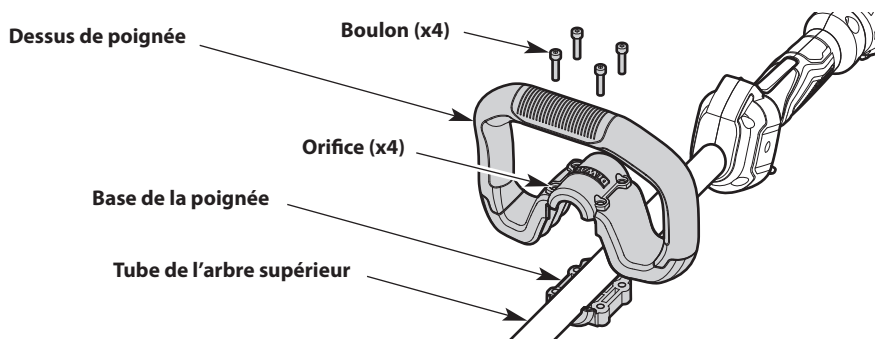

Fig. 4
1. Appuyez sur la base de la poignée et maintenez-la contre la face inférieure du boîtier d'arbre supérieur (Fig. 4).
2. Enfoncez le haut de la poignée sur la base de la poignée jusqu'à ce qu'elles s'enclenchent (Fig. 4).
3. Insérez les boulons (x4) dans les trous (x4) (Fig. 4).
1. Desserrez légèrement les boulons (Fig. 4). Utilisez une clé Allen de 4 mm (5/32 po).